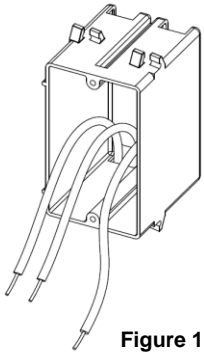

Figure 1
1. Run cable to your wallbox or mud ring location. Pull ample cable into the wallbox to route through the wallplate and terminate connectors. **(Figure 1)**
1. Acheminer les câbles jusqu'à leur point de sortie murale. Tirer suffisamment pour pouvoir traverser la plaque et effectuer les terminaisons **(figure 1)**.